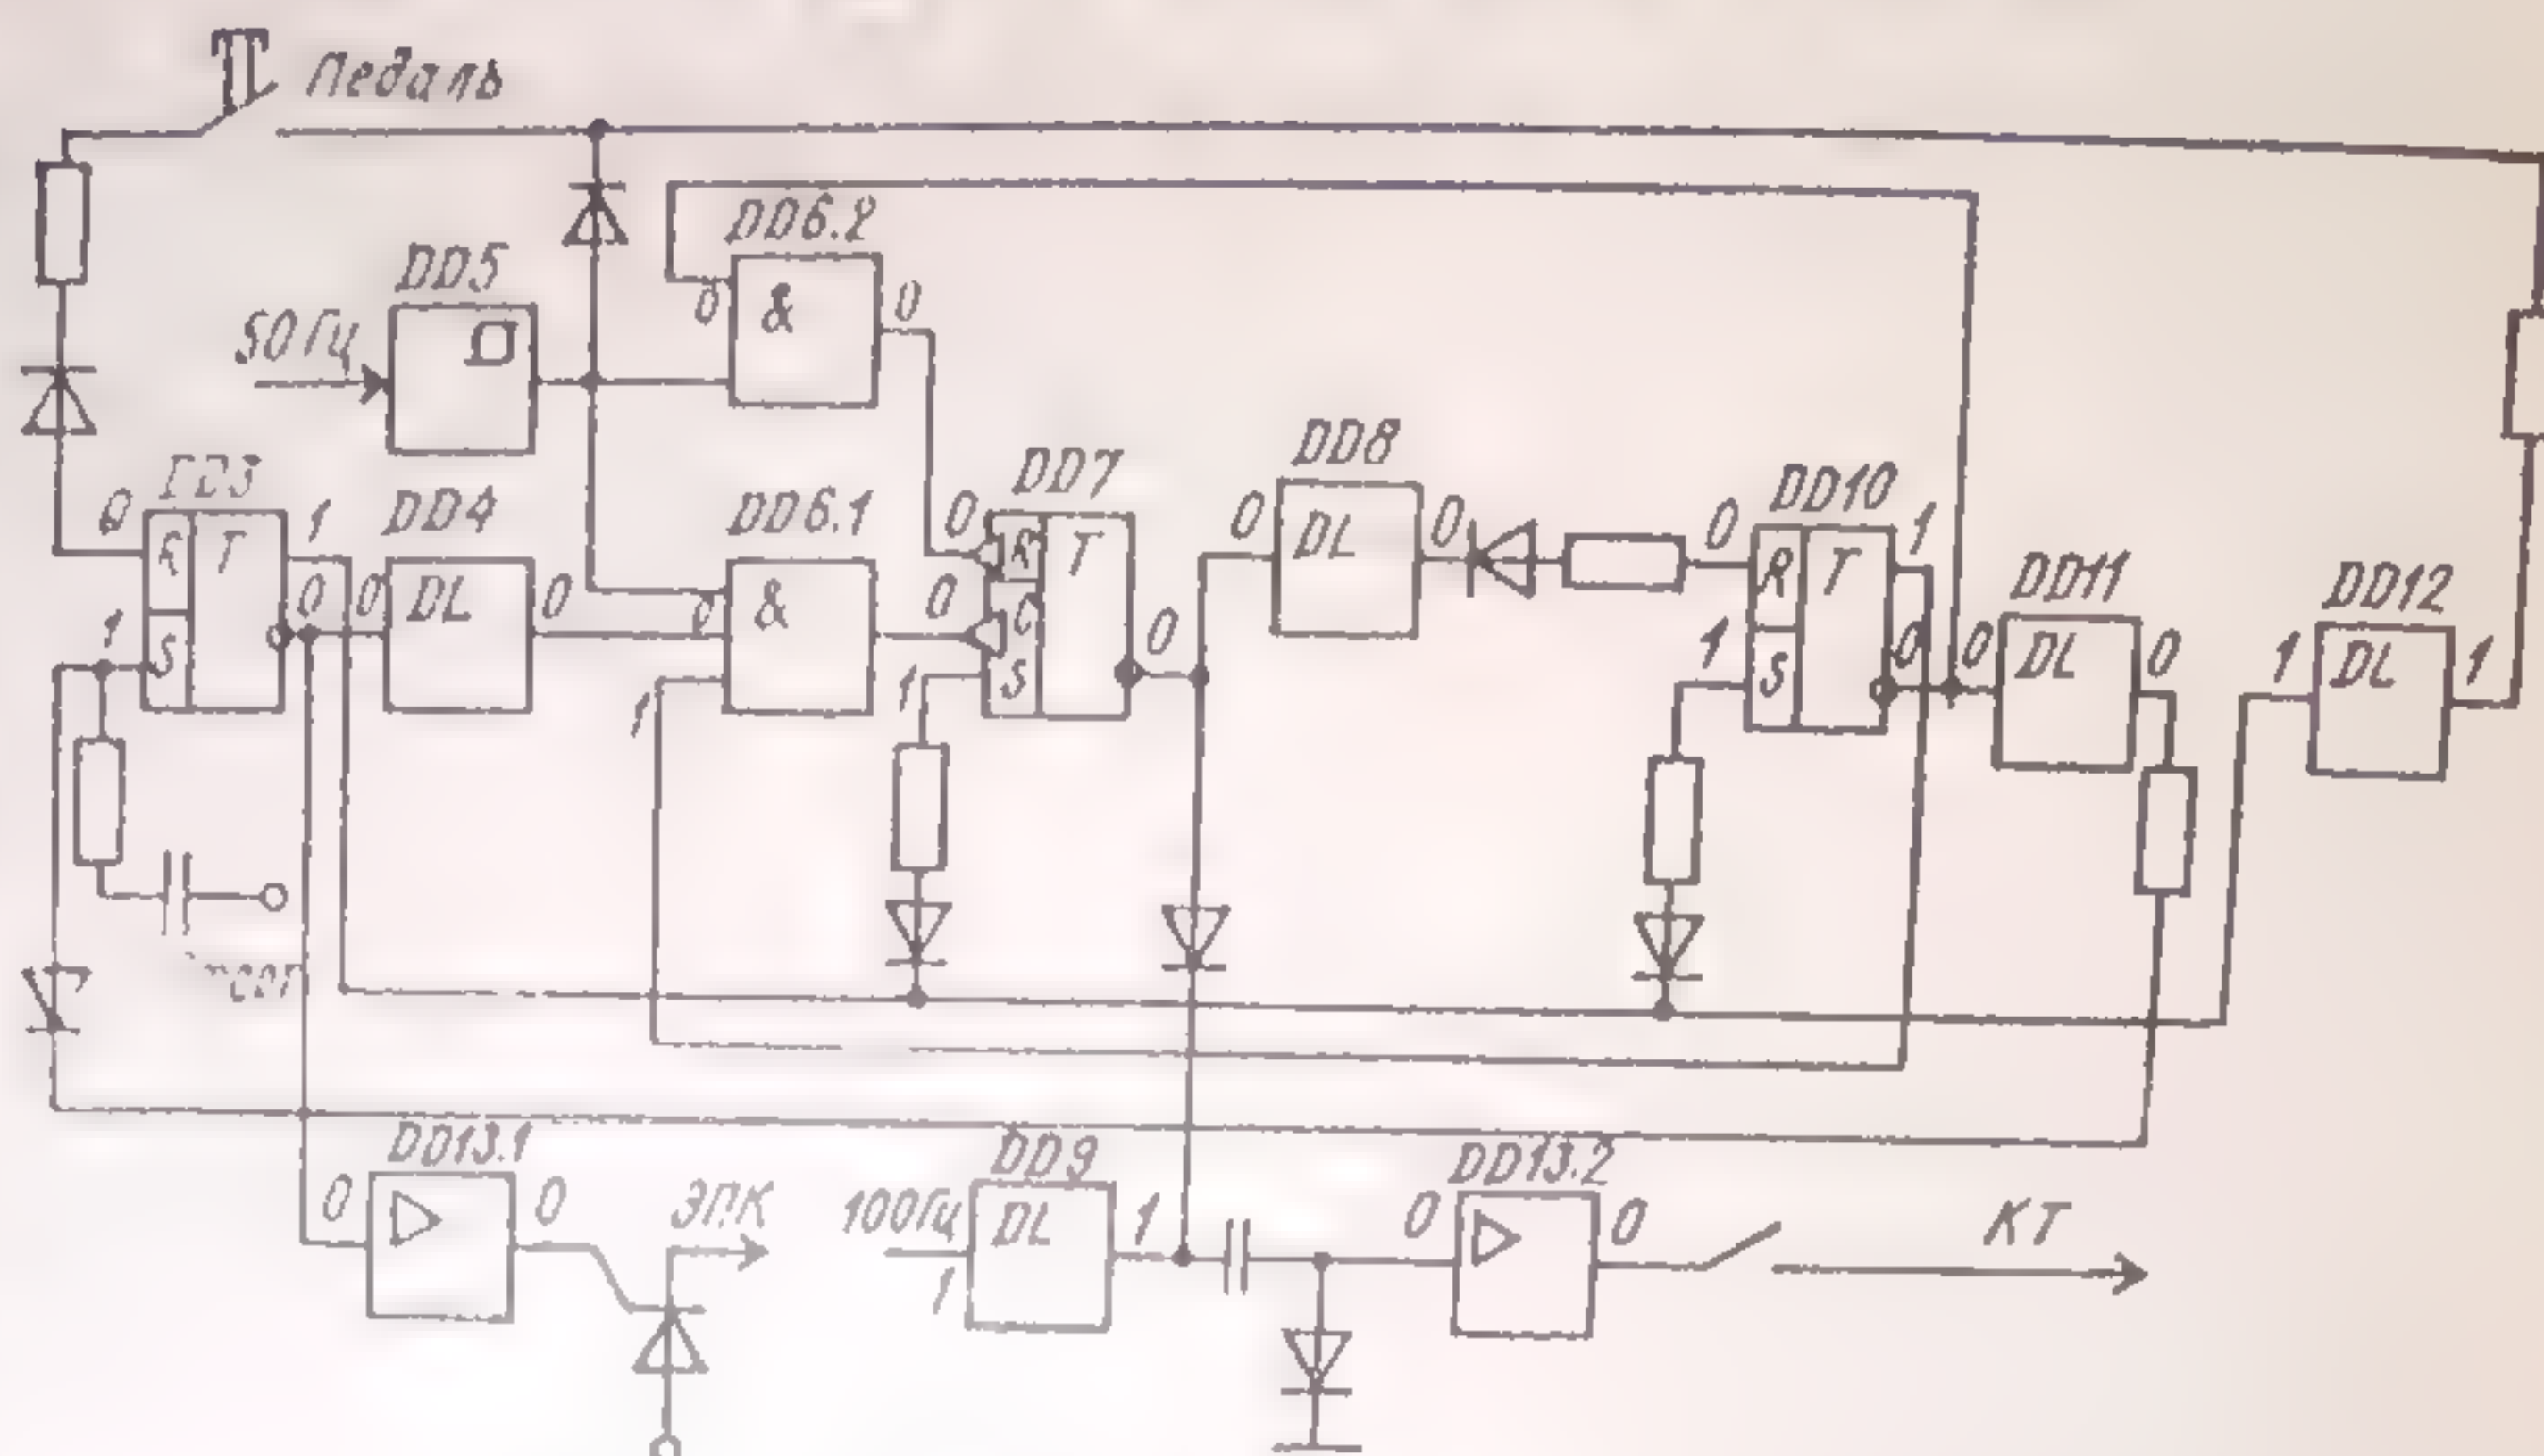

Рис. 1. Функциональная схема регулятора цикла сварки РДС-403.
Приводим простейшую схему регулятора цикла сварки РДС. Регуляторы выполнены на унифицированных транзисторно-диодных элементах серии «Логика Т» (39). Функциональная схема представителя этой группы регуляторов РДС-403 показана на рис. 1. Последовательное включение четырех элементов времени ДД4, ДД8, ДД11, ДД12 (Т-303) обеспечивает регулирование интервалов операций сварочного цикла при точечной сварке: «сжатие», «сварка», «проковка», «пауза» в пределах от 0,02 до 2 с дискретно через 0,02 с для операции «сварка» и от 0,06 до 1,4 с плавно для других.